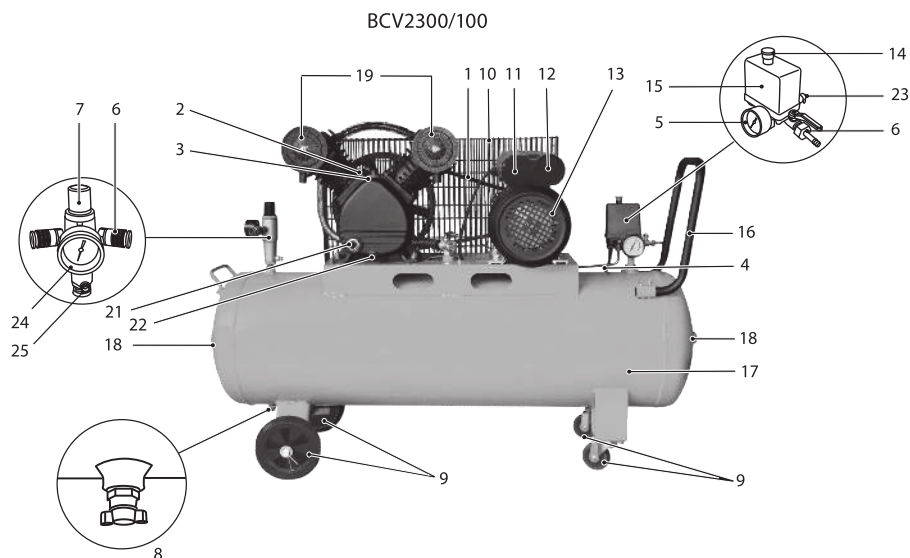
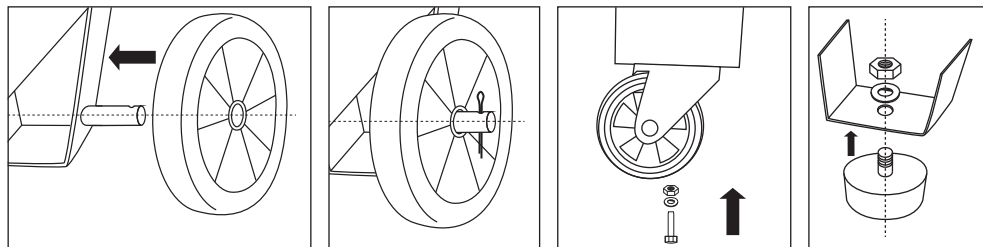
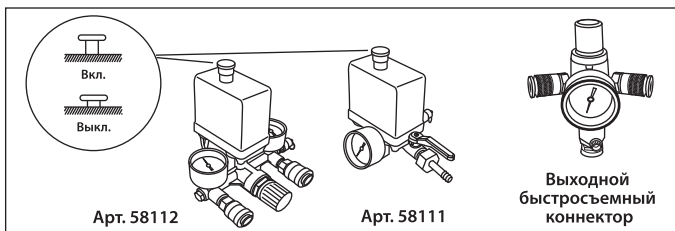
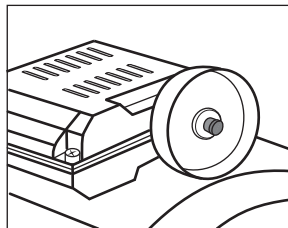

рис. 1
рис. 3
рис. 6.1
рис. 7
- Манометром 5 (рис. 1) для контроля давления сжатого воздуха;
- Реле давления 15 (рис. 1) для регулирования производительности периодическим запуском/остановкой компрессора;
Установите транспортировочные колеса 9 (рис. 1) для модели BCV2300/100 или antivибрационные опоры 20 (рис. 1) для модели BCV2200/100V и вверните воздушный фильтр 19 (рис. 1) в отверстие головки блока цилиндра (рис. 3).
Убедитесь, что выключатель компрессора 14 (рис. 1) находится в положении «Выключено» (рис. 6.1).
Установите регулятор давления 7 (рис. 1) в положение «min».
Подключите к выходному быстросъемному коннектору 6 (рис. 1), (рис. 6.1) компрессора пневматический инструмент.
При первом запуске компрессор должен проработать без нагрузки около 10 минут с полностью открытым регулятором давления 7 (рис. 1) выходного воздуха и клапаном слива конденсата из ресивера.
По истечении времени обкатки закройте клапан слива конденсата 8 (рис. 1) и проверьте, чтобы компрессор нагнетал воздух в ресивер 17 (рис. 1) и останавливался автоматически при помощи реле 15 (рис. 1) при достижении максимального значения давления.
Перед запуском следует убедиться, что переключатель реле давления 14 (рис. 1) находится в положении «Выключено», а вилка вставлена в сетевую розетку.
Поворачивая регулятор давления 7 (рис. 1) по часовой стрелке, установите давление, рекомендуемое производителем подключаемого пневмоинструмента, требуемый уровень давления отразится на манометре 24 (рис. 1).
Перед повторным запуском убедитесь, что параметры электросети соответствуют техническим характеристикам устройства, после чего нажмите кнопку 12 (рис. 1) предохранителя от перегрузки (рис. 7).
Для правильного использования компрессора проверьте оптимальное значение давления подключаемого инструмента. Регулировка и контроль выходного давления сжатого воздуха возможны с помощью выходного быстросъемного коннектора 6 (рис. 1) и манометра 24 (рис. 1). Для этого достаточно повернуть вентиль редуктора по часовой стрелке для увеличения давления и против часовой стрелки – для уменьшения давления.